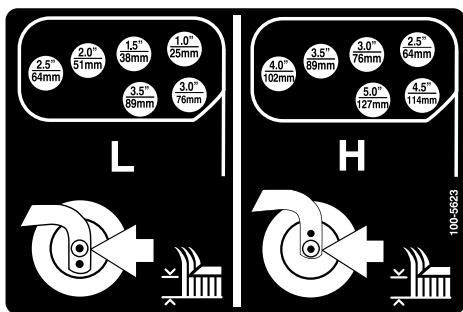

Figura 27
6. Gire la varilla tensora para elevar o bajar el brazo de pivote hasta que los taladros estén alineados con los taladros seleccionados del soporte de ajuste de la altura de corte en el bastidor de la carcasa de corte (Figura 26 y Figura 27).